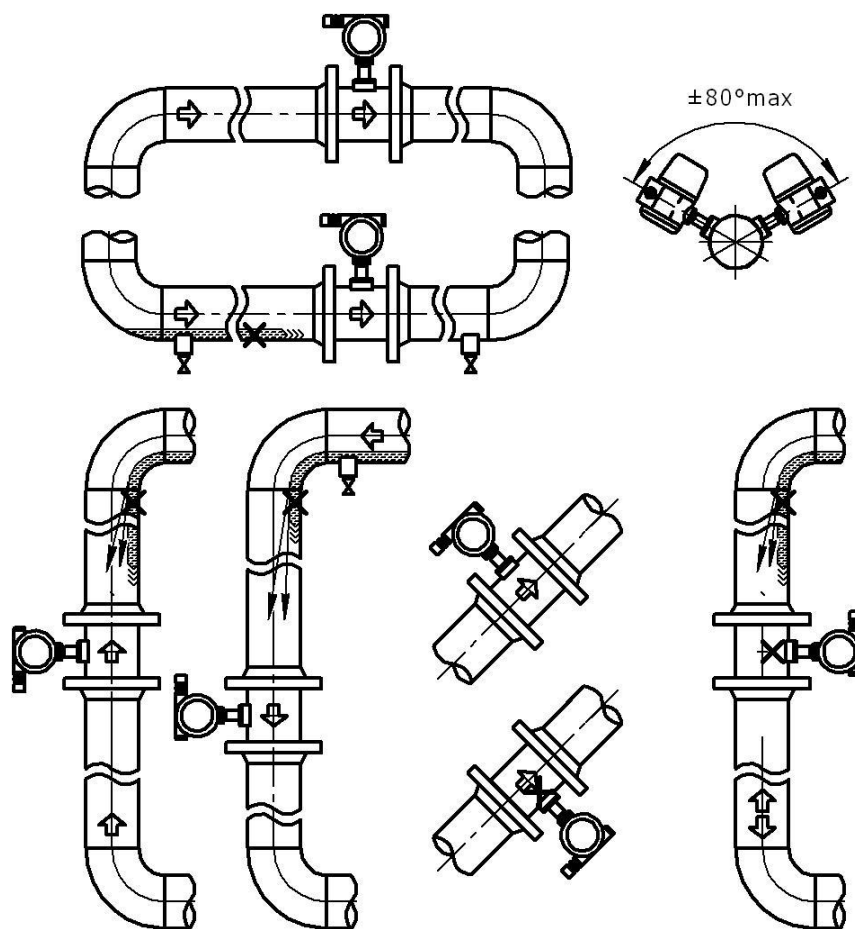

Рисунок 2. Установка датчика на газопроводе
2.3.1 Датчик следует располагать таким образом, чтобы исключить скопление конденсата и механических примесей в корпусе и местах расположения ПА (рисунок 2).